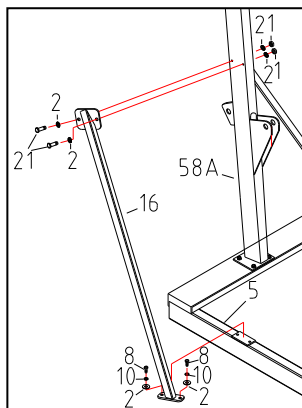

Fig. 4
Paso 4 (Fig.4):
Ensamble las tuercas (1#), las arandelas (2#), los tornillos (8#) y (21#) la arandela elástica (10#) siguiendo el orden de la fig. 4.